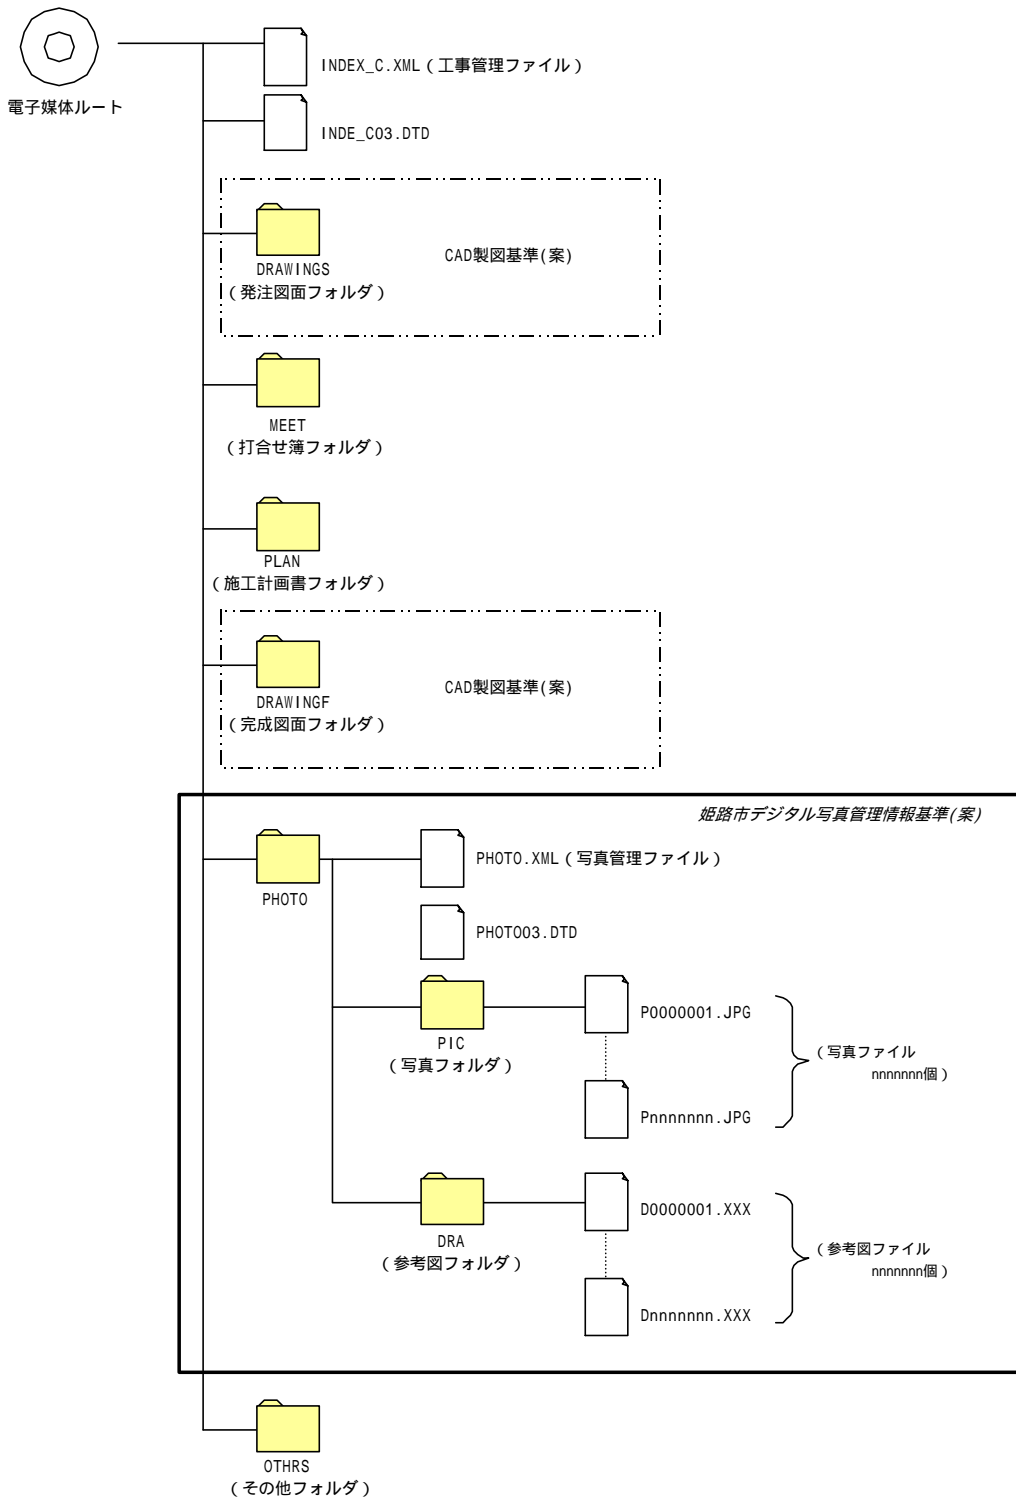

図 3-4 土木工事におけるフォルダ構成 (写真フォルダ)
- 図 3-4 土木工事におけるフォルダ構成(写真フォルダ)